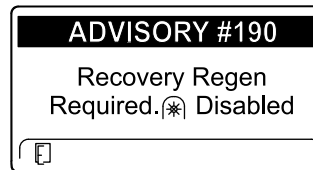

Рисунок 61
- Требуется восстановительная регенерация — вал отбора мощности выключен, ИНФОРМАЦИОННОЕ СООБЩЕНИЕ № 190 (Рисунок 61)